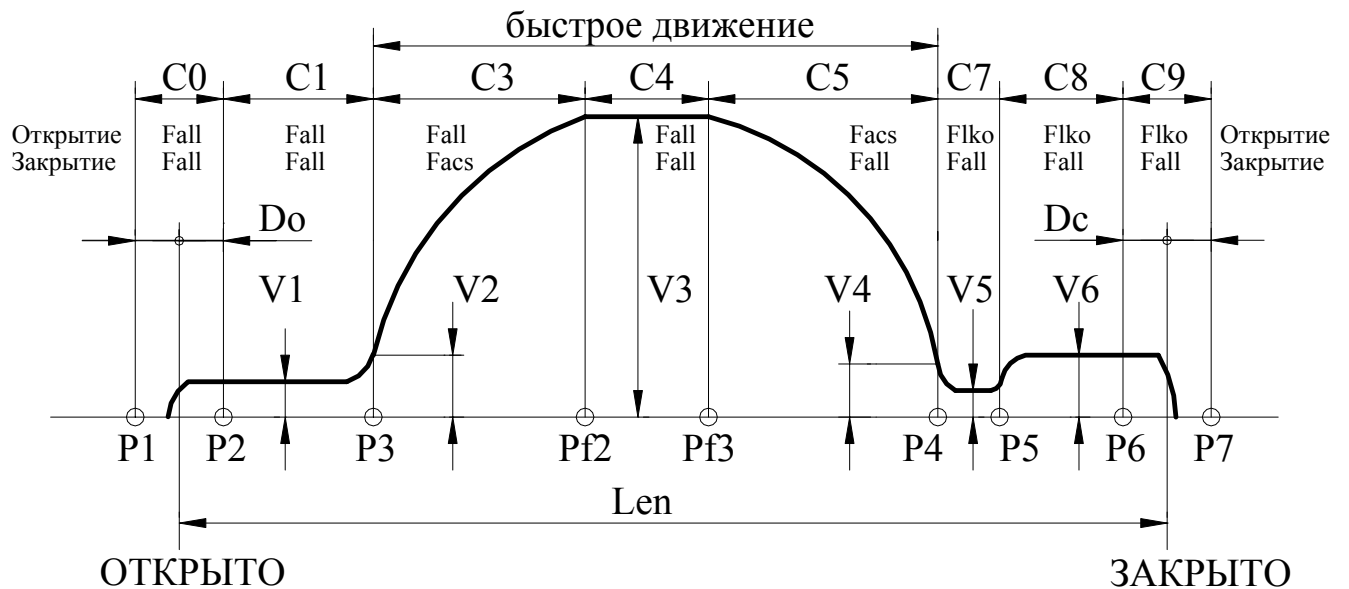

Рис.6. Траектория движения.
3.7.7.4. *Устройство* отрабатывает траекторию движения, показанную на **рис.6**, справа налево.
3.7.7.7. При **полном открытии**, когда *Устройство* определило наличие упора в зоне С0 (см. **рис.6**), замыкается СК ВКО. После этого *Устройство* переходит в режим одностороннего удержания.
3.7.8.4. *Устройство* отрабатывает траекторию движения, показанную на **рис.6**, слева направо.
3.7.8.7. При **полном закрытии**, когда *Устройство* определило наличие упора в зоне С9 (см. **рис.6**), замыкается СК ВКЗ. После этого *Устройство* переходит в режим одностороннего удержания.
- **E0L** – переезд зоны полного открытия (**C0, рис.6**) или полного закрытия (**C9, рис.6**). *Синхронизация* в этом случае выключается. Ошибка сбрасывается при смене кода направления вращения, но затем необходимо провести *синхронизацию* заново. При повторном неоднократном возникновении данной ошибки нужно провести **измерение проема**, если затем эта ошибка все равно будет возникать, необходимо проверить механику привода.
3.8.1. Рис.6, на котором показана траектория движения, отслеживаемая *Устройством*, поясняет назначение многих параметров, рассмотренных ниже. На рис.6 отображено также распределение сил на участках траектории отдельно при открытии и при закрытии (при переходе в режим удержания устанавливается соответствующая сила удержания).
- Если Var_sl=1, то точка препятствия запоминается и происходит замедление скорости движения при подходе к точке препятствия до $Vbar$. При отсутствии препятствия в том же месте, дальнейшее движение происходит по кривой, указанной на **рис.6**.
3.8.5.14. **Номер D** – C_vko (0-250, l=Ks мм) – дополнительное смещение точки **P2(рис.6)** для расширения диапазона удержания сигнала ВКО.
3.8.5.15. **Номер E** – C_vkz (0-250, l=Ks мм) – дополнительное смещение точки **P6(рис.6)** для расширения диапазона удержания сигнала ВКЗ.